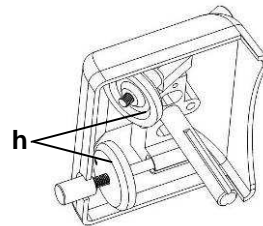

Fig. 13
- Après avoir terminé un affûtage, frotter les affiloirs (h) avec la brosse de nettoyage mouillée d'alcool (fig. 13).